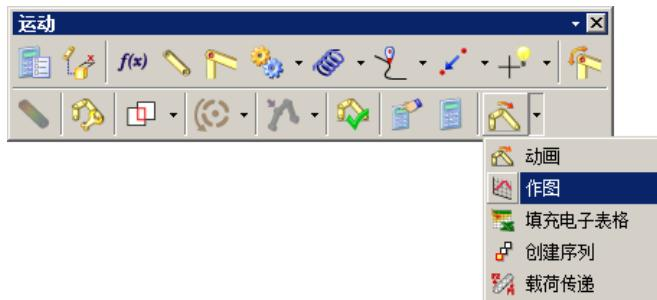

图 8.1.6 “运动”工具栏
Step1. 选择命令。选择下拉菜单 **分析(Analysis)** → **运动(Motion)** → **图表(Graph)** 命令，或者在“运动”工具栏中单击 → 命令（图 8.1.6），系统弹出“图表”对话框，单击其中的**对象**选项卡，如图 8.1.7 所示。